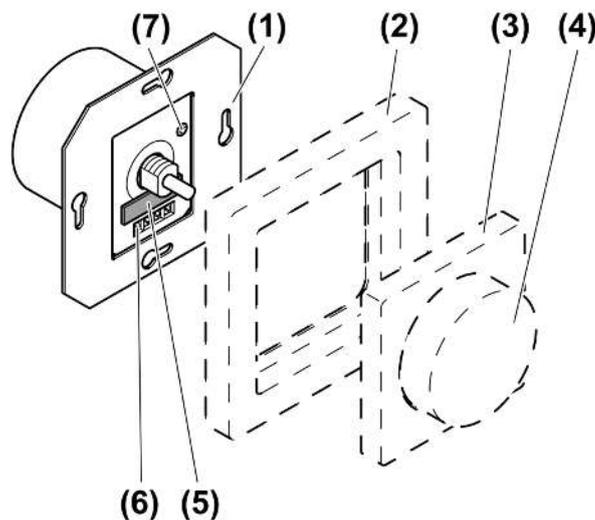

Bild 1: Geräteaufbau
- Grundhelligkeit durch Drehen des Einstellers (7) einstellen (siehe Bild 1). Die Grundhelligkeit muss so eingestellt werden, dass bei Linksanschlag des Einstellknopfes die angeschlossenen Lampen noch sichtbar leuchten.